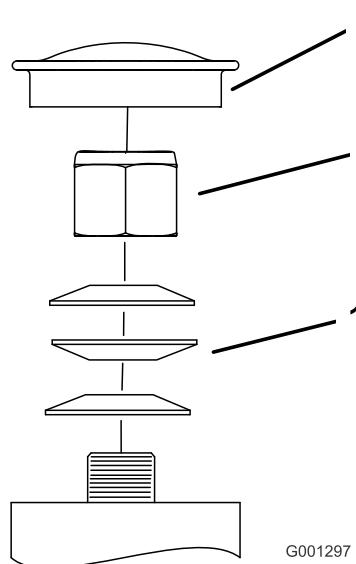

Figura 58
3. Retire el tapón guardapolvo de la rueda giratoria y apriete la contratuerca (Figura 58).
4. Apriete la contratuerca hasta que las arandelas de muelle estén planas, luego afloje la contratuerca $\frac{1}{4}$ de vuelta para establecer la pre-carga correcta de los cojinetes (Figura 58).
5. Coloque el tapón guardapolvo (Figura 58).